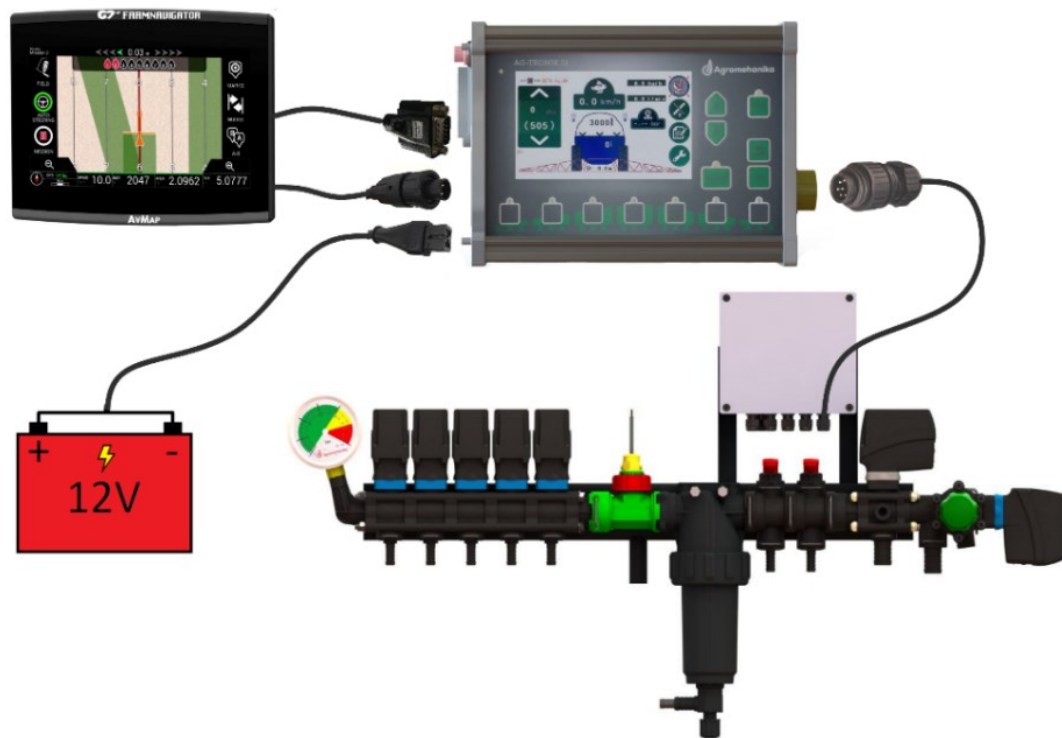

Bild 6
- Die Versorgung in den entsprechenden Eingang von AG-TRONIK stecken (Bild 6).
- Den Regler in den entsprechenden Eingang von AG-TRONIK stecken (Bild 6).
- Die GPS-Anlage (Signal und Versorgung) in den entsprechenden Eingang von AG-TRONIK stecken (Bild 6).